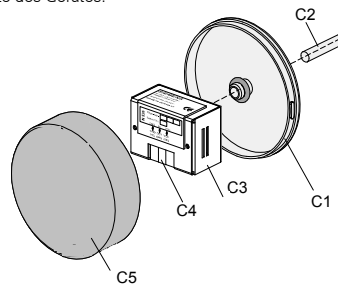

Bild 3: Montage des AP-Helligkeitssensors AP 255/02
- Das Gerät wird mit einem Aufputzgehäuse Ø 75mm, Höhe 26mm, Deckel mit Bajonetverschluss, geliefert (s. Bild 3).